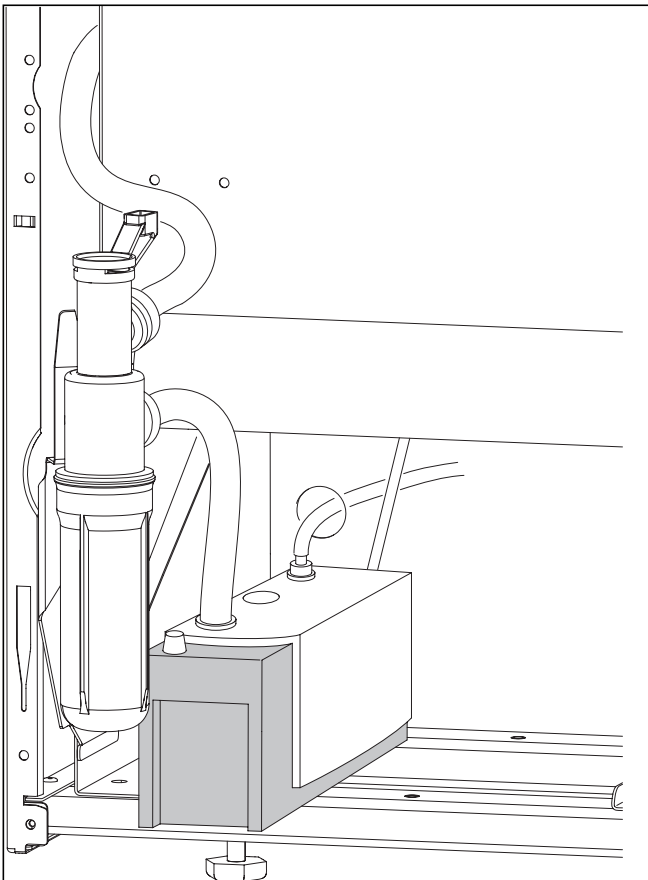

Fig. 5.4 Installazione del flessibile di scarico con pompa di sollevamento condensa ecoLEVEL
- Fissare la pompa di sollevamento condensa ecoLEVEL al sostegno (1).
- Accorciare il flessibile di scarico della condensa alla lunghezza richiesta (circa 170 - 200 mm) - vedere fig. 5.4.